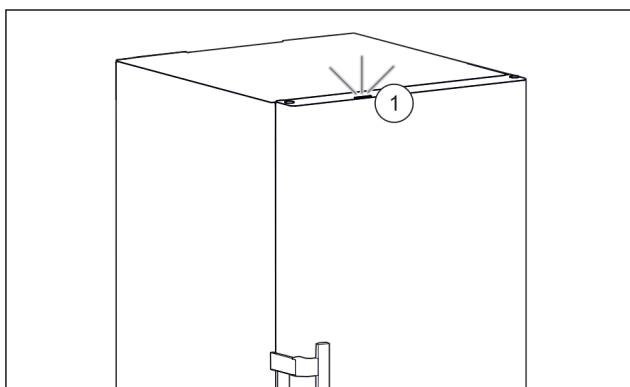

Fig. 90 Aktivna lučka stanja pri zaprtih vratih
- ▶ Lučka stanja *Fig. 90 (1)* je aktivirana.